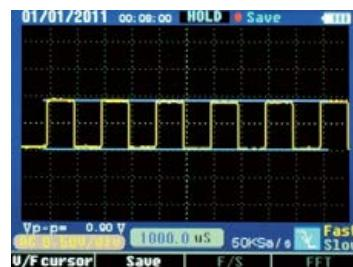

Figura2-11-3
- Cursor de Voltaje: El cursor de voltaje se muestra como una línea horizontal en la pantalla, la cual puede medir parámetros verticales, los resultados aparecen abajo, ver Figura2-11-3.